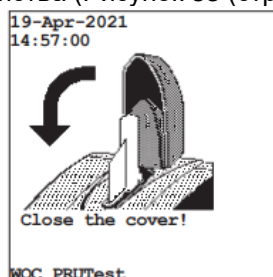

Рисунок 55: Закрытие крышки
12. Закройте крышку порта тест-устройства (Рисунок 55 (стр. 46)).